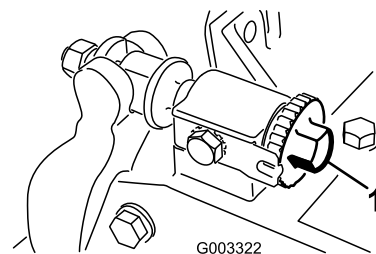

Figura 26
1. Reduzca el contacto entre el molinete y la contracuchilla girando los pomos de ajuste de la contracuchilla (Figura 26) en el sentido contrario a las agujas del reloj hasta que no exista contacto alguno.